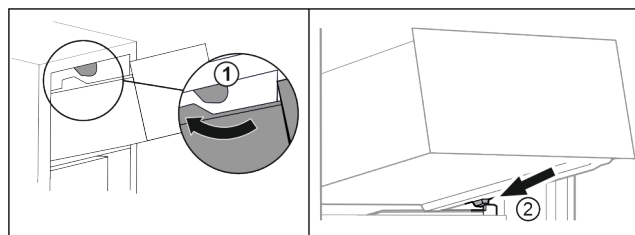

Fig. 77
- ▶ Обвести висувний ящик навколо верхнього стопора. Fig. 77 (1)
- ▶ Встановити висувний ящик за нижніми стопорами на ребро для резервуару навскоси. Fig. 77 (2)